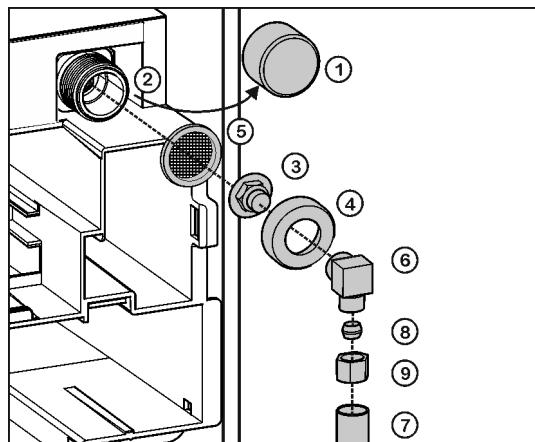

Fig. 10
- ▶ Déposer le bouchon Fig. 10 (1) de l'électrovanne Fig. 10 (2).
- ▶ Poser la pièce de raccordement Fig. 10 (3) dans l'écrou-raccord Fig. 10 (4).
- ▶ Insérer le filtre à eau Fig. 10 (5) avec la rainure vers le bas en direction de la pièce de raccordement Fig. 10 (3).
- ▶ Raccorder l'écrou-raccord Fig. 10 (4) à l'électrovanne Fig. 10 (2) et serrer.
- ▶ Pour dévier le raccordement d'eau de 90°, visser le coude Fig. 10 (6) éventuellement.
- ▶ Raccorder la conduite d'eau Fig. 10 (7) (par exemple, cuivre) à l'aide de la bague de serrage Fig. 10 (8) et visser l'écrou Fig. 10 (9) sur la pièce de raccordement Fig. 10 (3) ou le coude Fig. 10 (6).